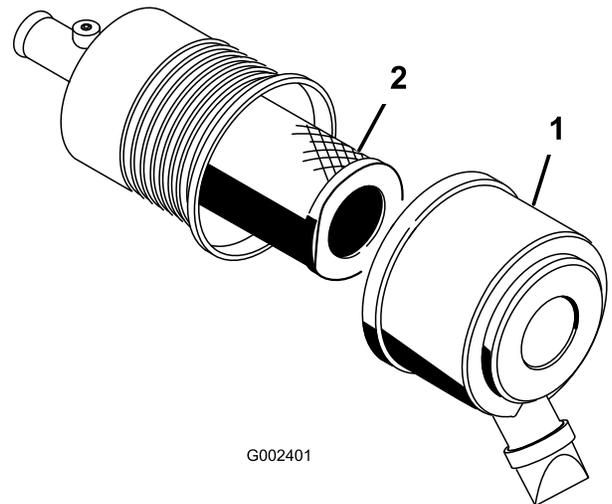

図 55
1. エアクリーナのカバーをボディに固定しているラッチを外す 図 55。
2. エアクリーナのボディからカバーを外す 図 55。
4. フィルタを取り外して交換する 図 55。